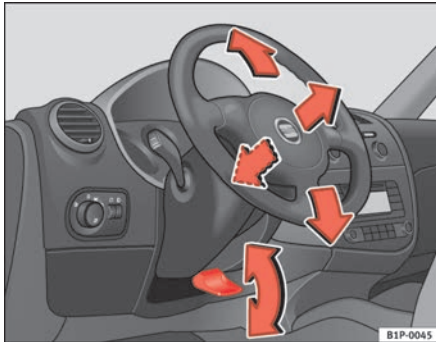

Abb. 113 Lenkradposition einstellen
- Schwenken Sie den Hebel ⇒ Abb. 113 unter der Lenksäule nach unten ⇒ ⚠.